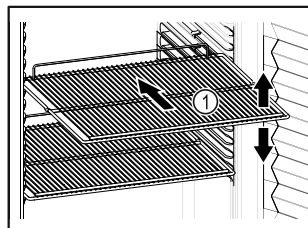

Fig. 39 Ilustrační zobrazení
- Pokud jsou odstavné rošty Fig. 39 (1) přemístitelné, přizpůsobte je vždy na danou výšku.